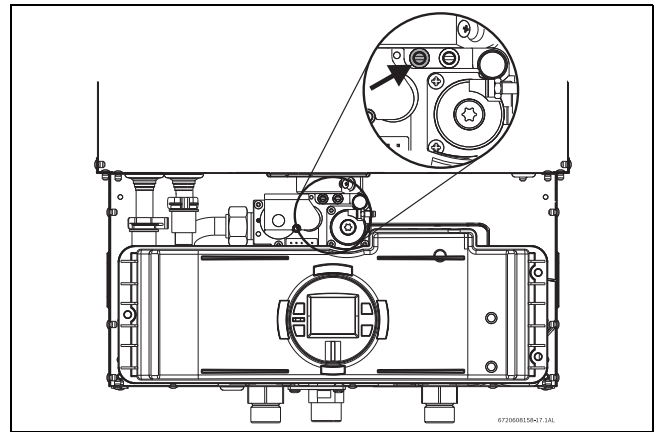

Fig. 41 Toma de medida de la presión del gas (llave de paso izquierda)
- ▶ Retirar la tapa delantera y localizar la toma de medida de presión del gas de entrada (ver fig.41).